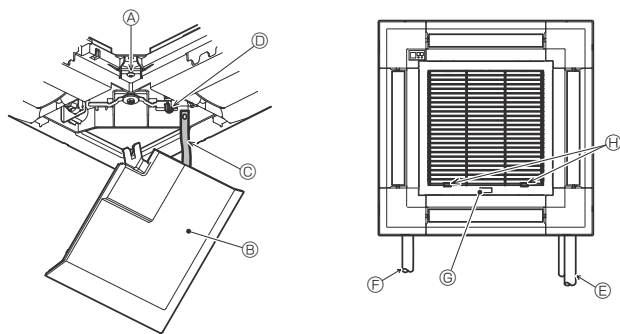

Fig. 9-11
9.5. Montering af indtagsgitteret (Fig. 9-11)